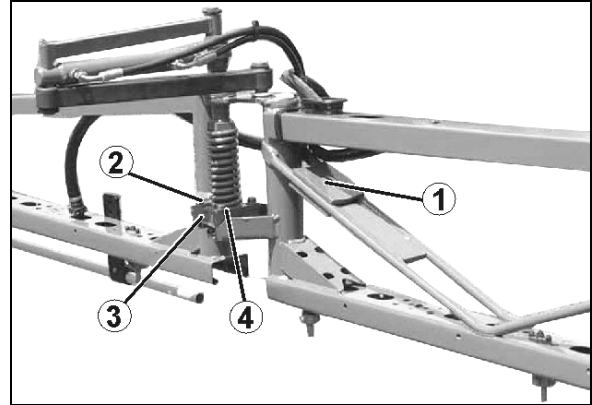

Bild 155
Om så inte är fallet, sker inställning genom att motvikter (Bild 155/1) monteras på den sida som är längst från marken. Svängningsdämpningen måste vara **frigjord** för denna inställning.
1. Lossa skruvarna (Bild 155/2) för konsolen (Bild 155/3) Inställning sker genom att flytta plastsegmentet (Bild 155/4) i de avlånga hålen i konsolen..
3. Dra åt skruvarna (Bild 155/2).